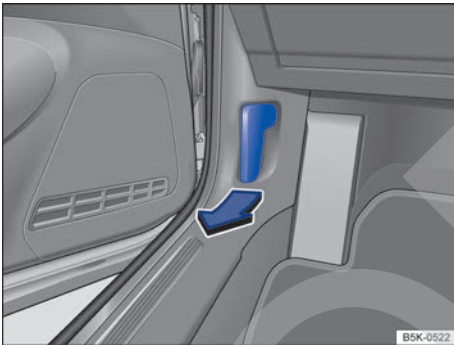

Fig. 205 En la zona reposapiés del lado del conductor: palanca de desbloqueo del capó del motor.
- Abra la puerta del conductor y tire de la palanca de desbloqueo en el sentido de la flecha → fig. 205. El capó del motor se desengancha del bloqueo de la chapa portacierre por la fuerza de un muelle → ⚠.